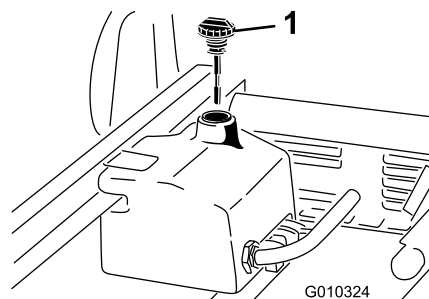

Figura 65
4. Limpie la zona alrededor del cuello de llenado y el tapón del depósito hidráulico (Figura 65).
6. Retire la varilla (Figura 65) del cuello de llenado y límpiela con un paño limpio.